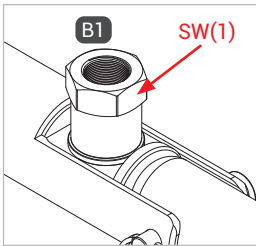

Abbildung 1
- ▶ Halten Sie beim Montieren der Medienleitung an der Schlüsselfläche SW(1) (Abbildung 1) mit einem Gabelschlüssel gegen.
- ▶ Verschrauben Sie die Betriebsmedienzuleitung „B1“ druckdicht mit dem Anschluss der Medienleitung (Abbildung 1). Anzugsdrehmoment $10 \text{ Nm} \pm 2 \text{ Nm}$ (G1/8" IG).